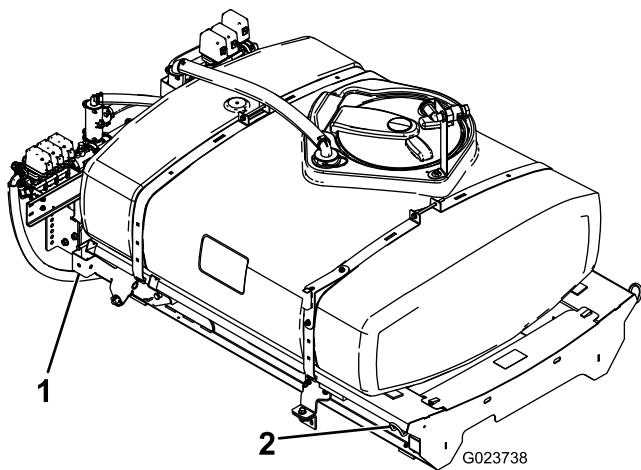

Figura 8
1. Usando un mezzo di sollevamento, alzate il gruppo del telaio di supporto del serbatoio (Figura 8) e posizionate sopra il telaio del veicolo con la pompa e i gruppi valvola rivolti verso la parte posteriore.